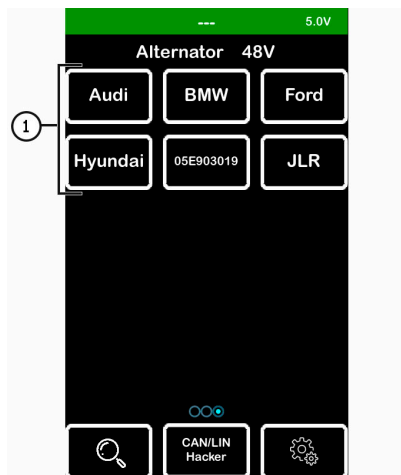

Рисунок 30
3. Далее зайдите в меню тестера и выберите режим проверки 48 В и соответствующий генератору модель автомобиля см. поз. 1 рис. 30.